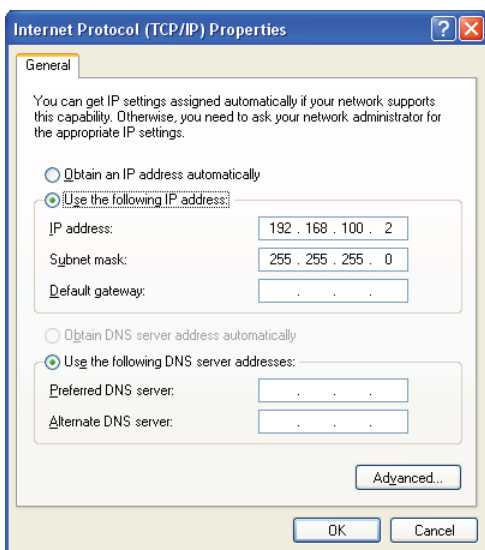

Fig. 2-14, Tela de propriedades do Internet Protocol (TCP/IP)
7. A caixa de diálogo Propriedades de Internet Protocol (TCP/IP) será exibida (Fig. 2-14). Digite os valores conforme mostrado. Registre o endereço IP existente e a máscara de sub-rede para retornar posteriormente o computador a seu estado normal.